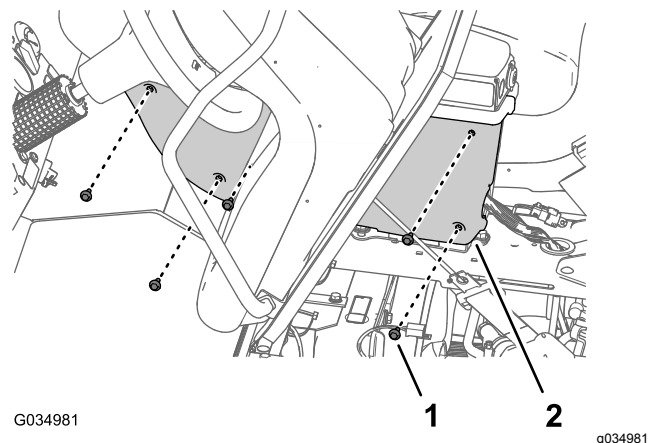

图 112
2. 卸下固定中央控制台左侧盖子的 5 个凸缘头螺栓 1/4 x 3/4 英寸图 112。